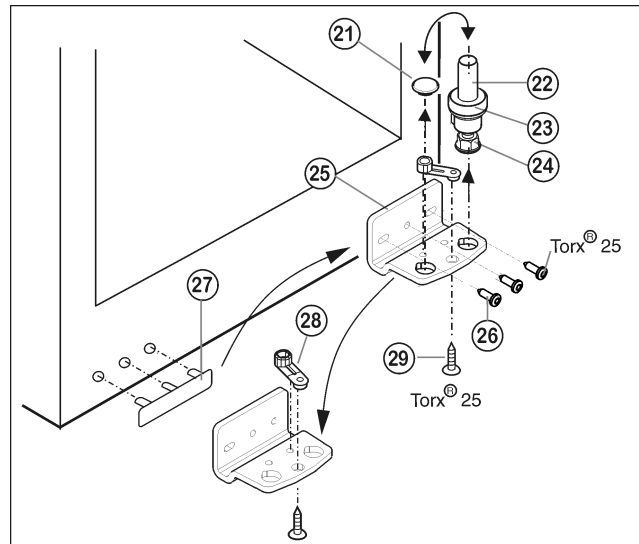

Fig. 5
- Извлеките опорный винт Fig. 5 (22) в комплекте с шайбой Fig. 5 (23) и регулируемой опорой Fig. 5 (24), вытягивая его вверх.
- Снимите пробку Fig. 5 (21).
- Открутите Fig. 5 (26) опорный кронштейн Fig. 5 (25).
- Открутите Fig. 5 (29) опорную деталь Fig. 5 (28) и, переставив в отверстие на противоположной стороне опорного кронштейна, снова прикрутите.
- Осторожно снимите и переставьте на противоположную сторону крышку со стороны ручки Fig. 5 (27).
- Снова прикрутите опорный кронштейн Fig. 5 (25) на новой стороне шарнира (с моментом 4 Нм). При необходимости используйте аккумуляторный шурупверт.
- Переставьте пробку Fig. 5 (21) в свободное отверстие.
- Вновь установите опорный винт Fig. 5 (22) в комплекте с шайбой и регулируемой опорой. При этом фиксатор должен быть направлен назад.
- ▶ Установите дверцу сверху на нижний опорный палец Fig. 5 (22).
- ▶ При необходимости выровняйте дверцу через два продольных паза в нижнем опорном кронштейне Fig. 5 (25) параллельно корпусу устройства. Для этого выкрутите средний винт.